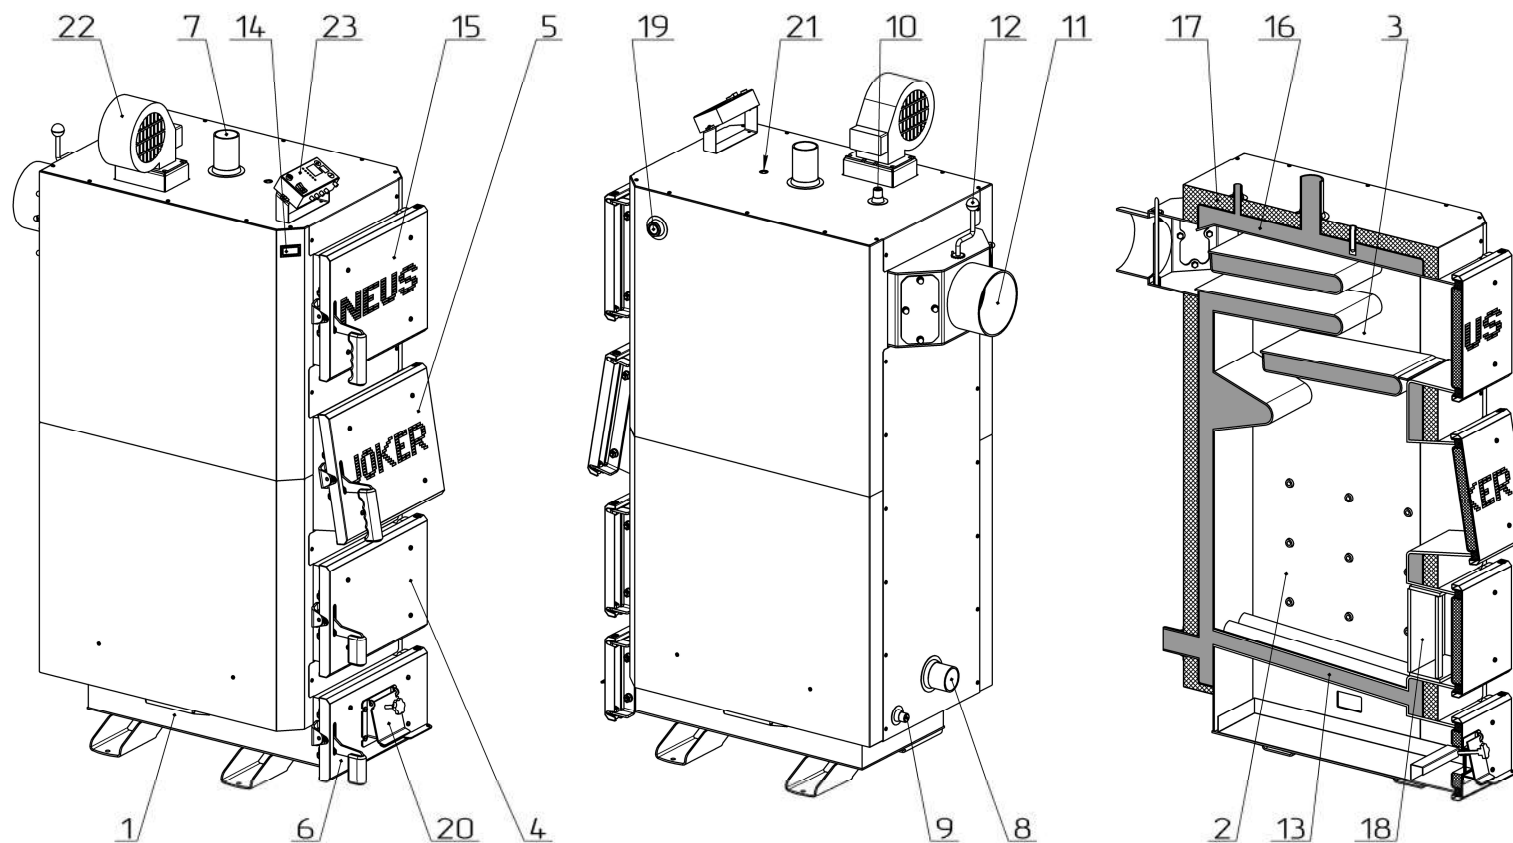

Рисунок 2 – Основні елементи котла Neus-Джокер (Neus-Джокер-Плюс)
Конструктивно котел являє собою збірно-зварену конструкцію, що складається з корпусу (поз. 1, рис. 2) з камерою згоряння (топкою) (поз. 2, рис. 2). Конвекційна частина котла складається з трьохходового теплообмінника (поз. 3, рис. 2), який розташований безпосередньо над топкою.
Корпус котла виконаний в формі паралелепіпеду з подвійними стінками, які розділені водними перегородками (поз. 16, рис. 2). На зовнішній поверхні корпусу під декоративною обшивкою закріплена теплова ізоляція. (поз. 17, рис. 2).
Паливо для процесу спалення завантажується на колосникові ґрати (поз. 13, рис. 2) крізь завантажувальні дверцята (поз. 5, рис. 2). Згоряння палива в топці відбувається за участю повітря, яке постачається наступним чином:
- у котлі Neus-Джокер – крізь вікно клапана подачі повітря (поз. 20, рис. 2), що закривається кришкою, під колосникові ґрати. Кількість повітря, необхідного для процесу згоряння, регулюється механічним регулятором тяги, який шляхом натягу або послаблення ланцюга керує положенням кришки клапана. ***Регулятор тяги не входить до комплекту поставки котла.***
- у котлі Neus-Джокер-Плюс – під колосникові ґрати та безпосередньо у топку припливним вентилятором (поз. 22, рис. 2). Кількість повітря, необхідного для процесу згоряння, регулюється автоматично контролером (поз. 23, рис. 2);
Для монтажу вентилятора необхідно використовувати спеціальний фланець, розміщений на верхній стінці корпусу котла (див. рис. 2). Також можна встановлювати вентилятор на дверцятах (поз. 6, рис. 2) замість клапана подачі повітря (поз. 20, рис. 2).
Підведення і відведення теплоносія здійснюється відповідно через патрубки зворотної мережної води (поз. 8, рис. 2) і прямої мережної води (поз. 7, рис. 2).
Топочні гази виходять у димохід крізь боров (поз. 11, рис. 2), розташований у задній частині котла. Боров обладнано вбудованим дросельним клапаном продуктів згоряння – шибером (поз. 12, рис. 2). У випадку надто високої тяги у димоході шибер дає можливість її знизити шляхом часткового перекривання вихідного отвору борова.
У верхній частині корпусу котла розташований штуцер для встановлення запобіжного клапана котла (поз. 10, рис. 2).
На задній стінці корпусу у нижній її частині розміщено штуцер для зливу води з котла (поз. 9, рис. 2).
Ревізійний дверцята (поз. 6, рис. 2), що розташовані на передній стінці котла, необхідні для можливості спорожнення підколосникової зони.
Для чищення конвекційної частини котла передбачені дверцята (поз. 15, рис. 2).